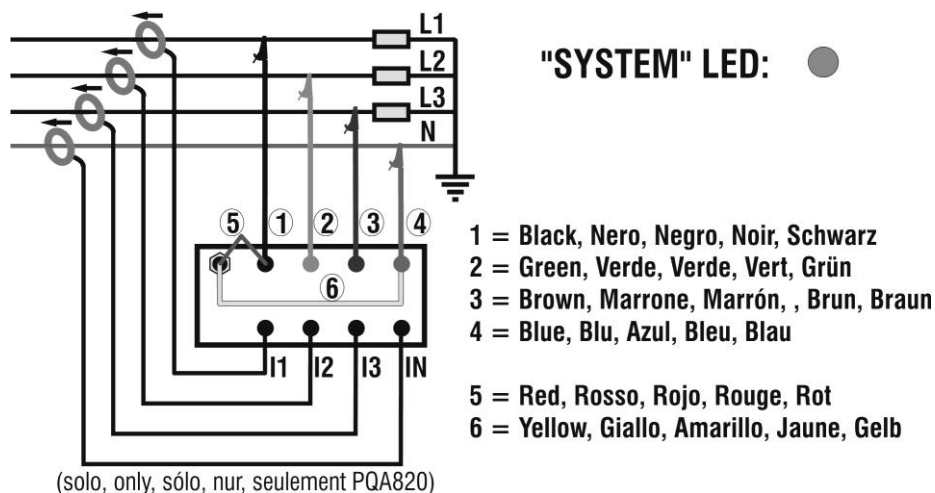

Fig. 4: Connection of the instrument to a three-phase 4-wire system
2. Anslut interna matningen (röd och gul) enligt anslutningsschemat i Fig. 4
4. Om du vill mäta ström och effekt, anslut tångerna till fasledarna, **var noga med riktningen enligt pilen på tångerna** och anslutningarna enligt Fig. 4